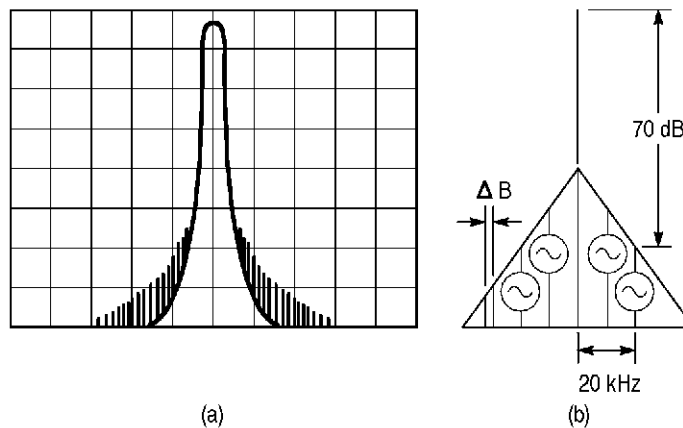

図 A-6 雑音側波帯
スペクトラム・アナライザでは、入力信号に含まれる各々の周波数成分の分析にバンド・パス・フィルタ (BPF) を使用する。この BPF の 3 dB 帯域幅を「分解能帯域幅」と呼ぶ (図 A-6(a))。
- (例) 雑音側波帯は、分解能帯域幅 1 kHz において、キャリアから 20 kHz 離れて -70 dB である。ノイズ・レベルは、一般に 1 Hz の帯域幅内に存在するエネルギーで表わすことがある (図 A-6(b))。これを 1 Hz 帯域帯で表現すると、以下ようになる。1 kHz の帯域帯のとき -70 dB であるから、1 Hz の帯域幅内にある信号は、これより約 $10 \log 1\text{Hz}/1\text{kHz}[\text{dB}]$ 、約 30 dB 低い値となる。よって、分解能帯域幅 1 kHz において、キャリアから 20 kHz 離れて -100 dBc/Hz である。